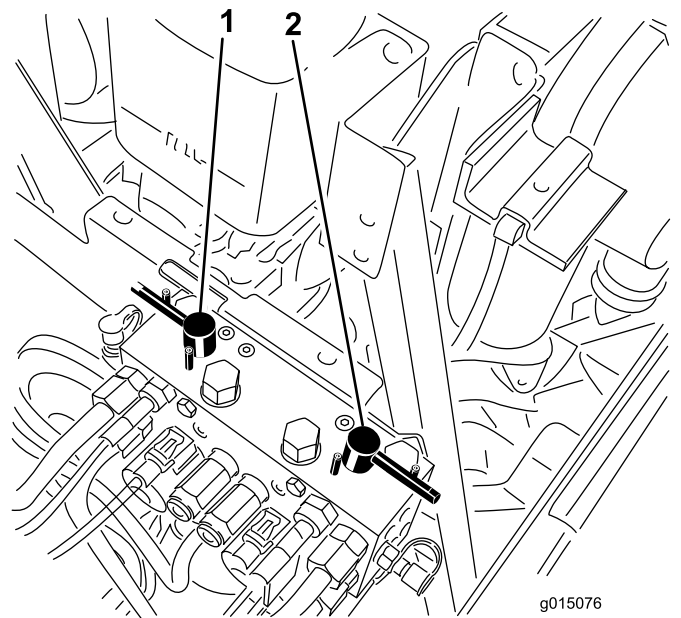

Bild 83
4. Wählen Sie entweder die vorderen, hinteren oder beide Läpphebel, um zu bestimmen, welche Spindeln geschärft werden (Bild 83).